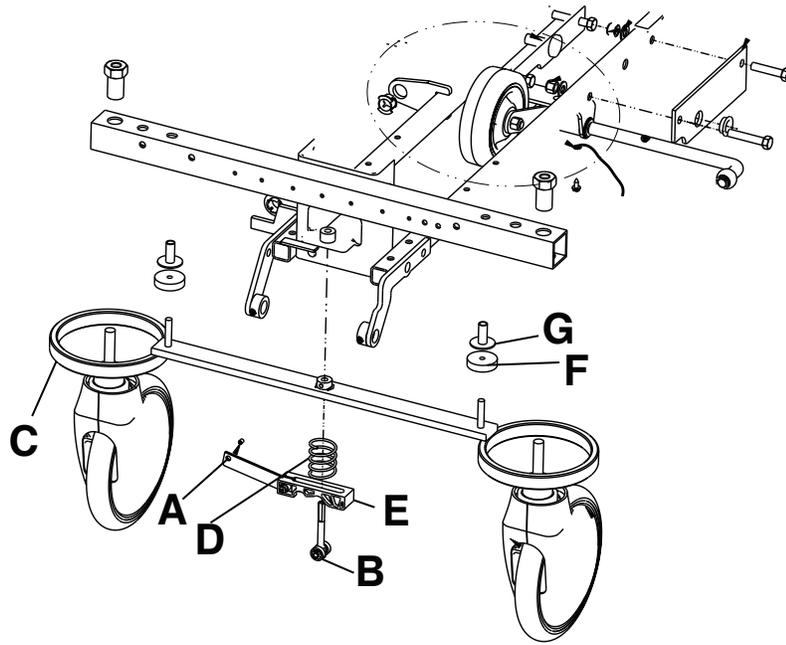

Figure 4 – Remplacement de l’anneau de frein
5. À l'aide d'une clé à 6 pans de 3/32 po, desserrer la vis de blocage (A) qui fixe le réglage du frein (B) à la bague de frein (C) (Figure 4). Tourner le réglage du frein dans le sens horaire pour le retirer. Conserver le réglage du frein.